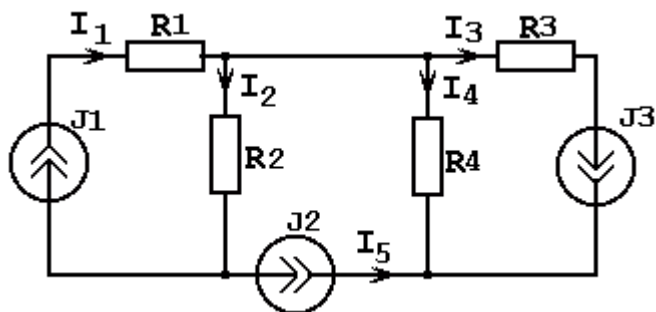

Рисунок 1.56
1. В заданной схеме указываем условно-положительные направления токов (рисунок 1.56).
2. Из схемы (рисунок 1.56) исключим источники тока J_3 и J_2 и рассчитаем токи в ветвях от действия источника J_1 .
3. Из схемы (рисунок 1.56) исключим источники тока J_1 и J_2 и рассчитаем токи в ветвях от действия источника J_3 .
4. Из схемы (рисунок 1.56) исключаем источники J_1 и J_3 и рассчитываем токи в ветвях от действия источника J_2